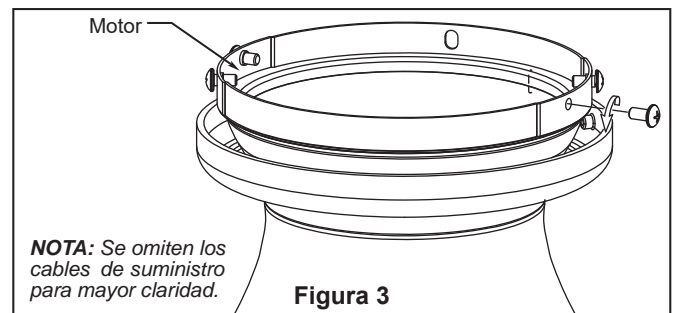

Figura 3
Uso del soporte (Figura 3)
3. Extraiga uno de los tres tornillos del ensamble de la placa de iluminación y guárdelos para paso 5. Afloje levemente los otros dos tornillos. (Figura 3)
- 3.** Para que el ventilador sea funcional, instale las pila (incluidas) de 23A/12V en el transmisor del mando a distancia. Mientras el ventilador esté apagado. A continuación, siga el proceso de fijación remota de código. Si no se utiliza el ventilador durante un largo periodo de tiempo, extraiga la batería para evitar cualquier daño al transmisor. Almacene el mando a distancia en un lugar alejado del calor o la humedad excesiva. (Figura 3)